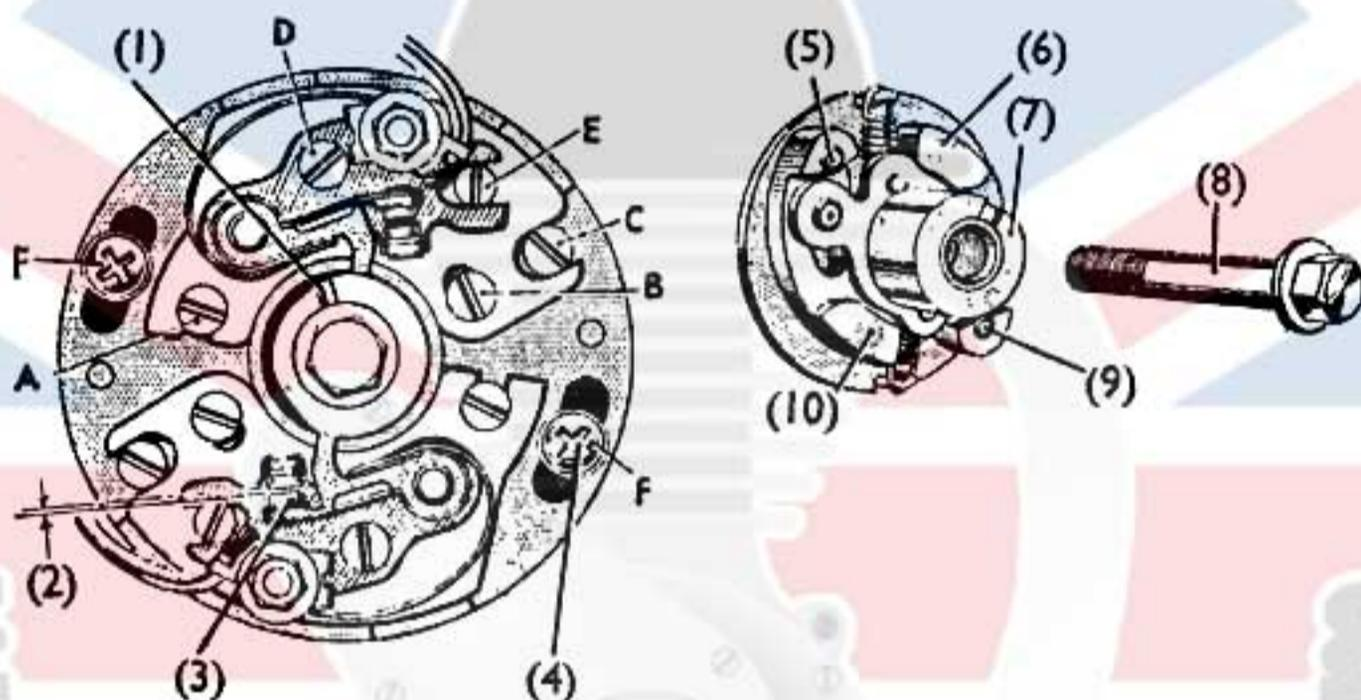

Fig. 8. La figure représente l'ensemble rupteur (à gauche) et le mécanisme de régulation (à droite) qui se trouve au-dessous (modèles A).
Sur les modèles A à chaque cylindre correspond une bobine ce qui nécessite deux paires de contacts manoeuvré par une seule came Fig. 8.
Pour exposer le mécanisme retirer les deux vis (F) Fig. 8 et détacher la plaque arrière du rupteur, complète avec les contacts, etc.
Retirer le boulon central de fixation (Fig. 8), extraire la rondelle et la remplacer temporairement par une autre rondelle dont le trou est suffisamment grand pour s'ajuster sur le pivot de la came, cela permet à la rondelle de porter contre la face interne de la came. Remettre le boulon en place, mais avant de le serrer faire tourner la came dans le sens inverse des aiguilles d'une montre jusqu'à ce qu'elle atteigne sa limite, maintenir en position et serrer le boulon. Le mécanisme d'auto-avance sera bloqué en position avance maximale qui est la position correcte pour régler l'allumage.
Ensuite, s'assurer que la paire de contacts supérieure du rupteur commence à s'ouvrir. Si cela n'est pas le cas, desserrer les deux vis (A) et (B) bloquant la plaquette portant le rupteur et régler l'axe excentrique (C) jusqu'à ce que les contacts commencent à s'ouvrir (Fig. 8). Resserrer les vis et vérifier tout le réglage avec attention. La meilleure manière de déterminer le point précis d'ouverture des contacts du rupteur est de connecter en série avec les contacts du rupteur une petite pile et une ampoule.
Vérifier le cylindre du côté droit en premier. Lorsque le moteur tourne à une vitesse suffisamment élevée pour assurer que le contrôle automatique de l'allumage passe l'avance en position maximale, l'index et le repère doivent coïncider lorsqu'on les examine à l'aide de la lampe clignotante strobelight si l'avance est correcte. S'il est nécessaire d'effectuer un réglage, desserrer les deux vis (A) et (B) Fig. 8, fixant la plaquette portant l'ensemble rupteur supérieur et régler l'axe excentrique (C) jusqu'à ce que les contacts commencent à s'ouvrir lorsque le repère et l'index coïncident dans les conditions décrites précédemment. Resserrer fortement les vis.